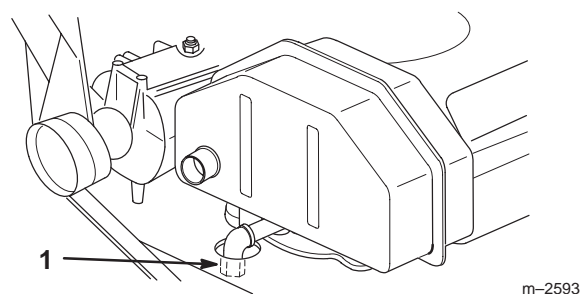

Figure 21
3. Placez un bac de vidange sous l'orifice de vidange. Enlevez le bouchon de vidange (Fig. 21).